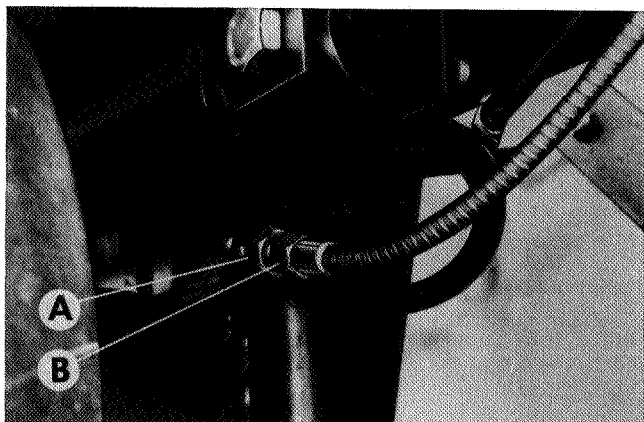

Fig.47
BRAKES AND HANDBRAKE (Fig. 13/14 and Fig.47)
- (a) Release locknuts (A Fig. 47).
- (b) Turn adjuster (B Fig. 47) to remove all free play in cable.
- (c) Retighten locknuts (A Fig. 47) securely.
BREMSEN UND FESTSTELLBREMSE (Fig. 13/14 und Fig. 47)
- (a) Die Sicherungsmuttern (A Fig. 47) lockern.
- (b) Den Einsteller (B Fig. 47) drehen, um alles Spiel im Seilzug zu beseitigen.
- (c) Die Sicherungsmuttern (A Fig. 47) wieder festziehen.
FREINS, Y COMPRIS LE FREIN A MAIN (Fig. 13/14 et Fig. 47)
- (a) Desserrer les contre-écrous (A, Fig. 47).
- (b) Faire tourner le dispositif de réglage (B, Fig. 47) pour supprimer tout le mou du câble.
- (c) Resserrer à fond les contre-écrous (A, Fig. 47).